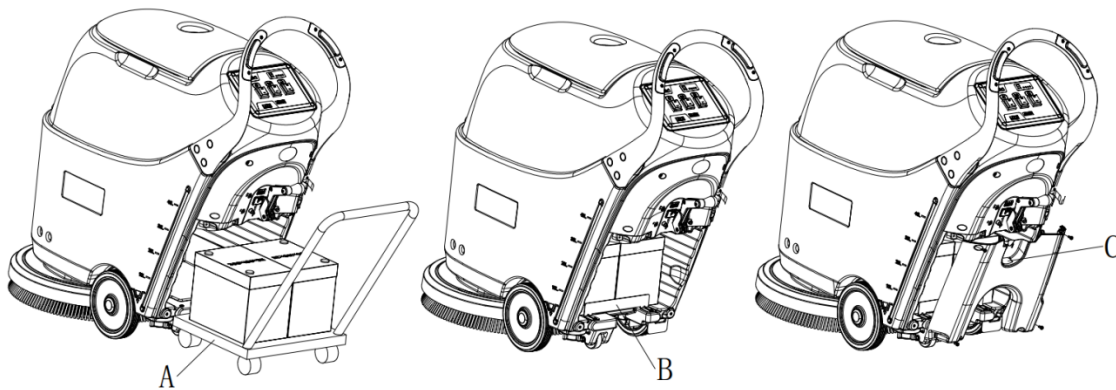

Abbildung 7
14. Verwenden Sie Spezialwerkzeug (A, Abbildung 7) für die Batterieinstallation.